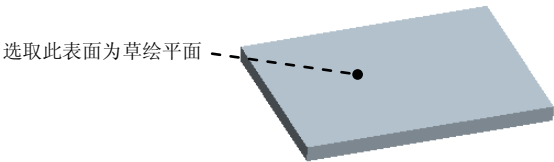

图 4.6.3 选取草绘平面
(1) 在绘图区中右击，从弹出的快捷菜单中选择 **定义内部草绘...** 命令，选取图 4.6.3 所示的表面为草绘平面，接受系统默认的参考平面和方向。